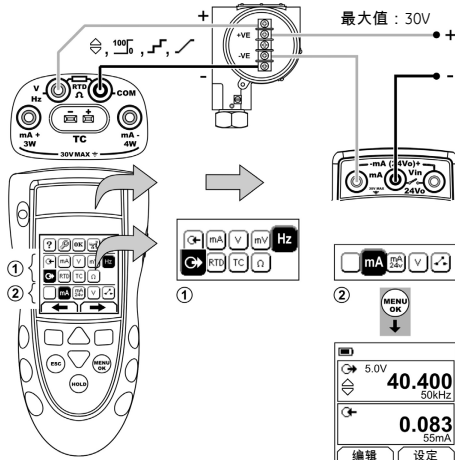

图 10: 示例配置 - 使用外部回路电源的变送器校准
1. 连接设备 (图 10/11), 如果有必要, 调整设置 (表 1)。